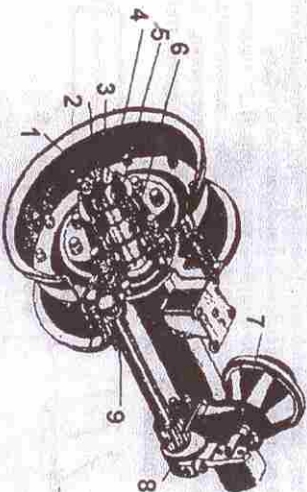

Рис. 8. Ось с колесами и тормозами
4.6. Ось с колесами и тормозами (рис. 8). Балки оси выполнены сварной конструкцией из труб, с обоях торцов которых варены цапфы. Колеса дисковые модели 132F-406. Шина 9,00-16 модели Я-324А с давлением воздуха 0,35 Мпа (3,5 кг/см²). Ступица 6 колес установлена на двух конических роликоподшипниках (внутренний 7611А и наружный 7609А0, закрытых на цапфах. Передняя ось оборудована колдочными тормозами. Тормозной механизм каждого колеса барабанного типа с двумя разжимными колодками, к которым прикреплены фрикционные накладки: один конец накладки опирается на неподвижную опору, другой конец прижимается к эксцентриковой поверхности разжимного кулака через роли.
Регулировка подшипников ступиц колес (см. рис. 8) производится при наличии люфта в подшипниках или при тугой затяжке подшипников.
4.6.1. Регулировка тормозов колес (см. рис. 8) производится через 240 часов, а при необходимости и раньше.